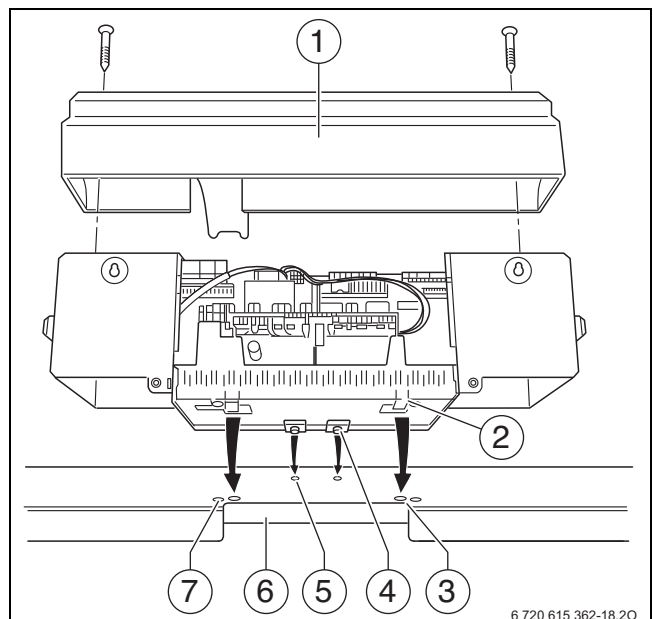

Рис. 24 Система управления
На рис. 24 показана система управления и передняя крышка [1] сзади.
### Пояснения к рис. 24 на стр. 24:
- ▶ Установите крышку на систему управления (→ рис. 24, стр. 24).
- ▶ Закрепите крышку винтами (рис. 24, стр. 24).